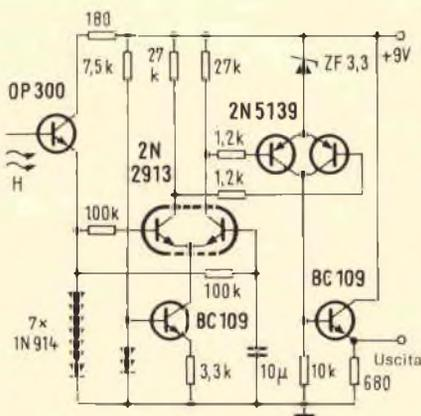
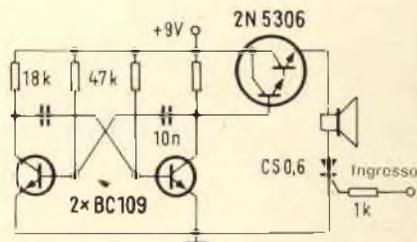

Fig. 1 - Schema del fotorelè.
Fig. 2 - Schema d'uscita dell'indicatore acustico da collegare al precedente.
**C**ome elementi sensibili alla luce si prestano tutti i foto transistori, mentre quando la luce è notevole si possono impiegare i fotodiodi. Nel circuito qui descritto viene impiegato un foto transistor tipo Optron OP300 che con 1000 Lux fornisce una corrente di 10 mA. Come si vede nello schema di fig. 1 la resistenza di carico è costituita da 7 diodi collegati in serie che hanno lo scopo di creare una caduta di tensione con andamento logaritmico rispetto alla corrente del foto elemento. Si ottiene così sull'emettitore dell'OP300 un livello di tensione che con la corrente di 10 mA fornisce ca. 5,6 V, mentre per 5  $\mu$ A la tensione è 2,8 V. A seconda dell'escursione della corrente nel foto transistor, la quantità di luce incidente può oscillare entro vasti limiti senza che il livello di tensione necessario per lo stadio amplificatore differenziale seguente vari in modo inammissibile.
Il circuito precedente si presta pure per far funzionare un indicatore acustico (fig. 2). In questo il multivibratore funziona nel campo delle frequenze musicali mediante un transistor disposto in Darlington ed un piccolo altoparlante con un'impedenza di 60  $\Omega$ . La sua inserzione viene effettuata tramite un piccolo tiristore il cui gate è collegato all'uscita dello schema di fig. 1.